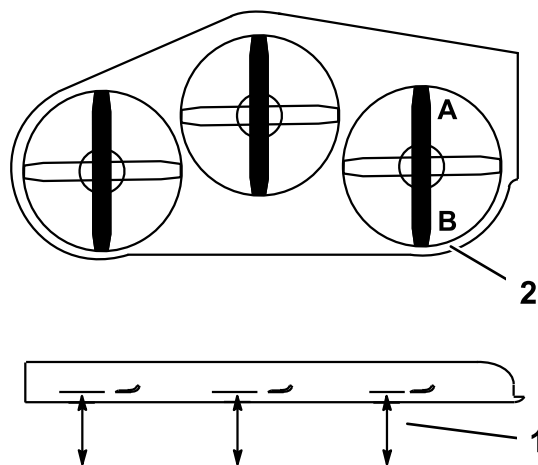

Figura 65
- Coloque la cuchilla **derecha** en posición longitudinal (Figura 65).
- Mida la cuchilla derecha en la posición **A** desde una superficie nivelada hasta el filo de corte del extremo de la cuchilla (Figura 65).
- Mida la cuchilla derecha en la posición **B** desde una superficie nivelada hasta el filo de corte del extremo de la cuchilla (Figura 65).
- La cuchilla del cortacésped debe estar entre 6 y 10 mm (1/4 y 3/8 pulg.) más baja en la posición **A** que en la posición **B** (Figura 65). Si no es correcta la distancia, continúe con los pasos siguientes.